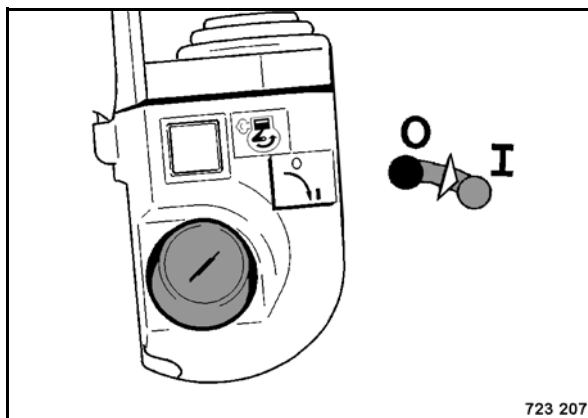

Рис. 76
- Включить зажигание (Рис. 76) и снова запустить машину.